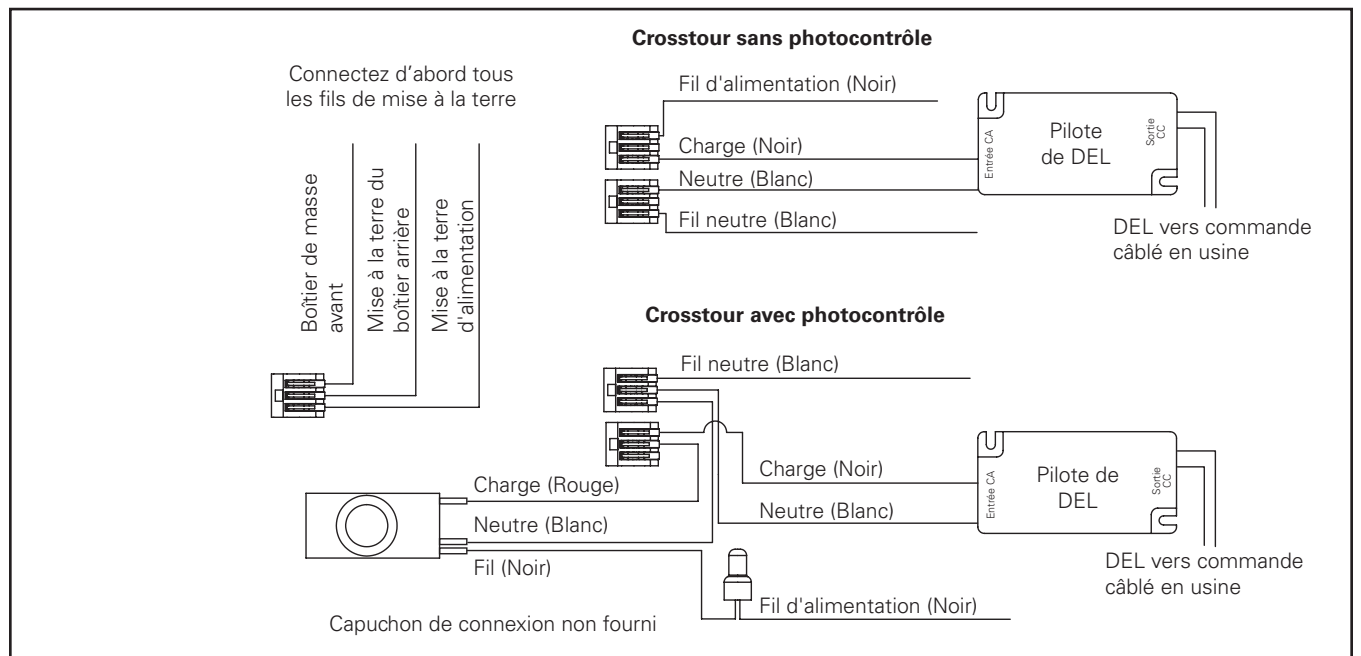
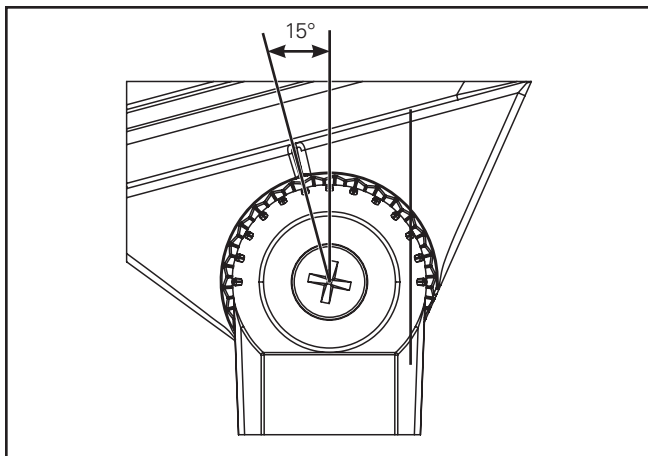

Figure 4.
Figure 5.
- Faites les branchements électriques entre les fils de la charnière et les fils de sortie du luminaire Crosstour (Figure 4). Réinstallez le couvercle au boîtier et serrez à 1,1 à 1,7 Nm (15 à 20 po-lb). Fixez la visière et le parechoc optionnels. (Figure 5.)